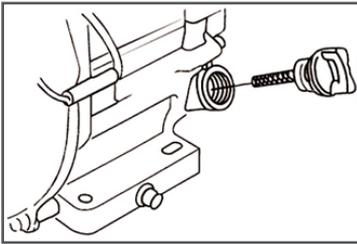

Рис. 4 Крышка-щуп маслозаливной горловины
2. Выкрутите крышку-щуп маслозаливной горловины и извлеките щуп (Рис. 4).